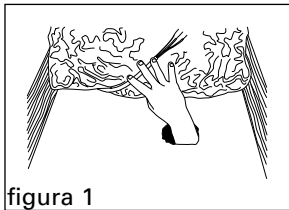

figura 1
1. Si no hay hueco donde usted desea colgar el ventilador, corte un hueco en la plancha de estuco usando la caja de empalme como guía. Si no hay electricidad disponible, usted necesitará un juego de colgante o un molde para cable con montura de superficie para obtener la fuente de energía. Cuidado con los dientes y tornillos afilados en ambos extremos del Saf-T-Brace®. Aclare el sitio donde va a instalar de cualquier aislamiento, cableado o barra colgante de las luces existentes (figura 1). Quite el cableado de los lados de la vigueta.